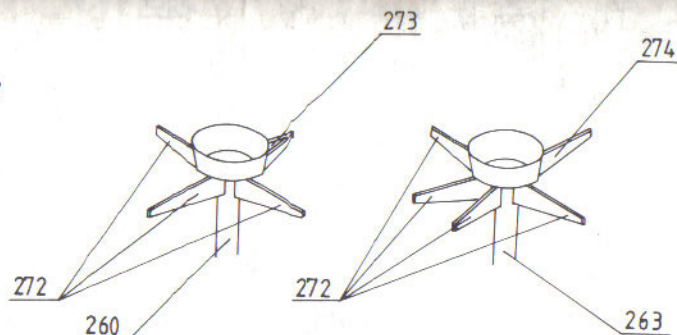

Rys. 6
**141-158** Kominy. Prostopadły element dolnej części pierwszego kominu 141 sklejaemy w cylinder i wklejamy do niego podstawy przyklejając do nich uprzednio od wewnątrz krążki 142. Przed wklejeniem górnej podstawy (jako drugiej) przyklejamy około 1/2 mm poniżej krawędzi górnej sklejkę 143, na których oprze się wklejana podstawa. Górną część pierwszego kominu 144 sklejaemy podobnie wklejając uprzednio od wewnątrz od dołu krążki 145, a czarne krążki 145 wklejamy sklejkami 143 1 mm poniżej górnej krawędzi części 144. Górną część kominu naklejamy na dolnej (rys.6). Podobnie sklejaemy dolne części drugiego, trzeciego i czwartego kominu (elementy 146, 147, 148) oraz ich górne części (elementy 149, 150, 151), wklejając uprzednio krążki 152 i 153. Przy górnej krawędzi dolnych kominów naklejamy paski 154 na pierwszym i 155 na pozostałych kominach. Na nich opierają się okapy 156 (pierwszego) i 157 (dalszych kominów). Kominy naklejamy na podstawach 123, 126, 131 i 135. Przewody parowe 158, obcinając uprzednio ich krawędzie ukośnie od dołu aby dopasować je do okapu, przyklejamy: 2 z przodu na pierwszym kominie, 1 z przodu i 2 z tyłu na drugim, 2 z tyłu na trzecim i 1 z przodu i 2 z tyłu na czwartym kominie.